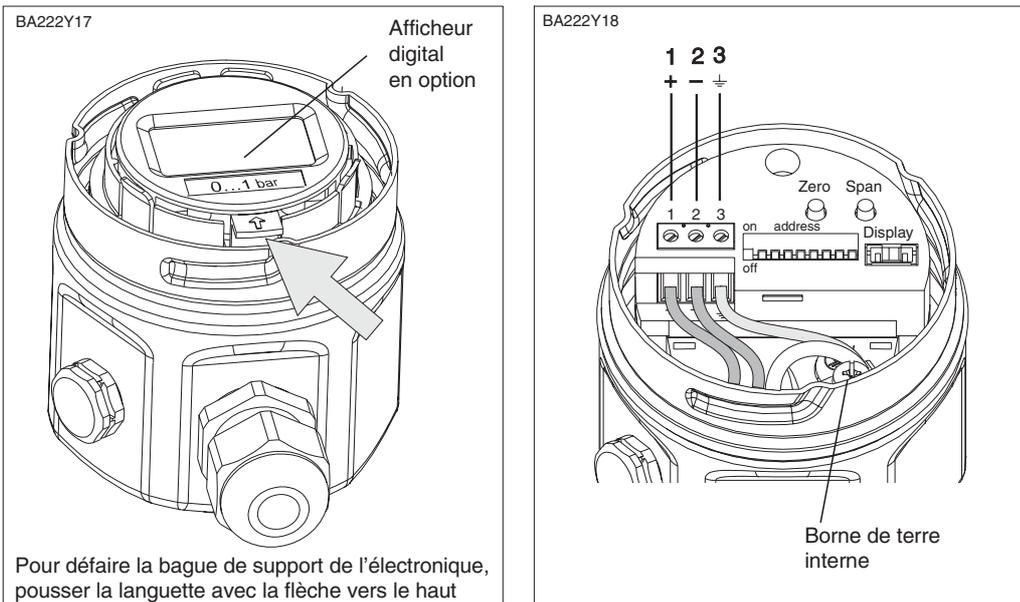

Fig. 2.11
- Raccorder les conducteurs de câble sur les bornes 1 et 2. Voir figure 2.11. Le fait d'invertir la polarité n'a aucune influence sur le fonctionnement.